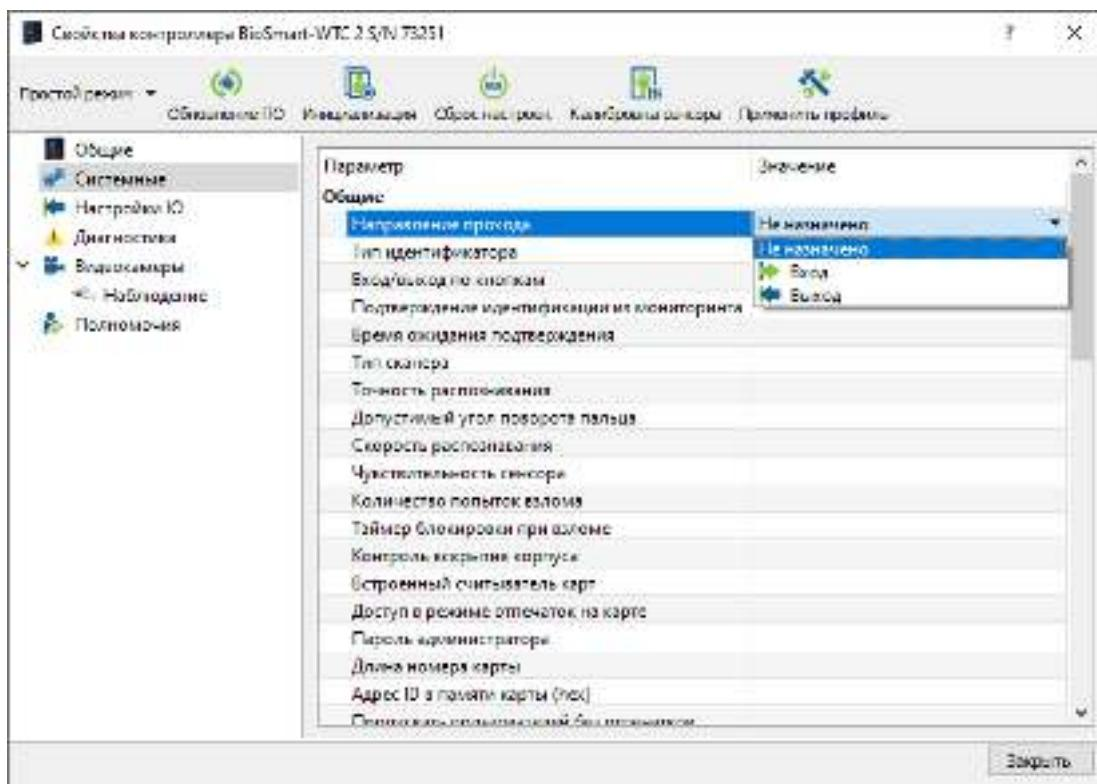

Рисунок 16. Параметр «Направление прохода», значение «Не назначено»
- 4.2.1.3 Параметр «Направление прохода» устанавливает направление прохода для учета рабочего времени, если выбраны значения «Вход» или «Выход». Вход на объект или выход с объекта устанавливается на усмотрение пользователя, в зависимости от того, что нужно. В ПО Biosmart-Studio в разделе **Журналы** будут отображаться следующие события: «Вход сотрудника», если выбрано значение параметра «Вход» или «Выход сотрудника», если выбрано значение параметра «Выход». Если терминал будет использоваться для прохода в оба направления, необходимо выбрать «Не назначено» в ПО Biosmart-Studio (см. Рисунок 16), «Отключено» на терминале, тогда событие будет обозначаться как «Идентификация сотрудника успешна».